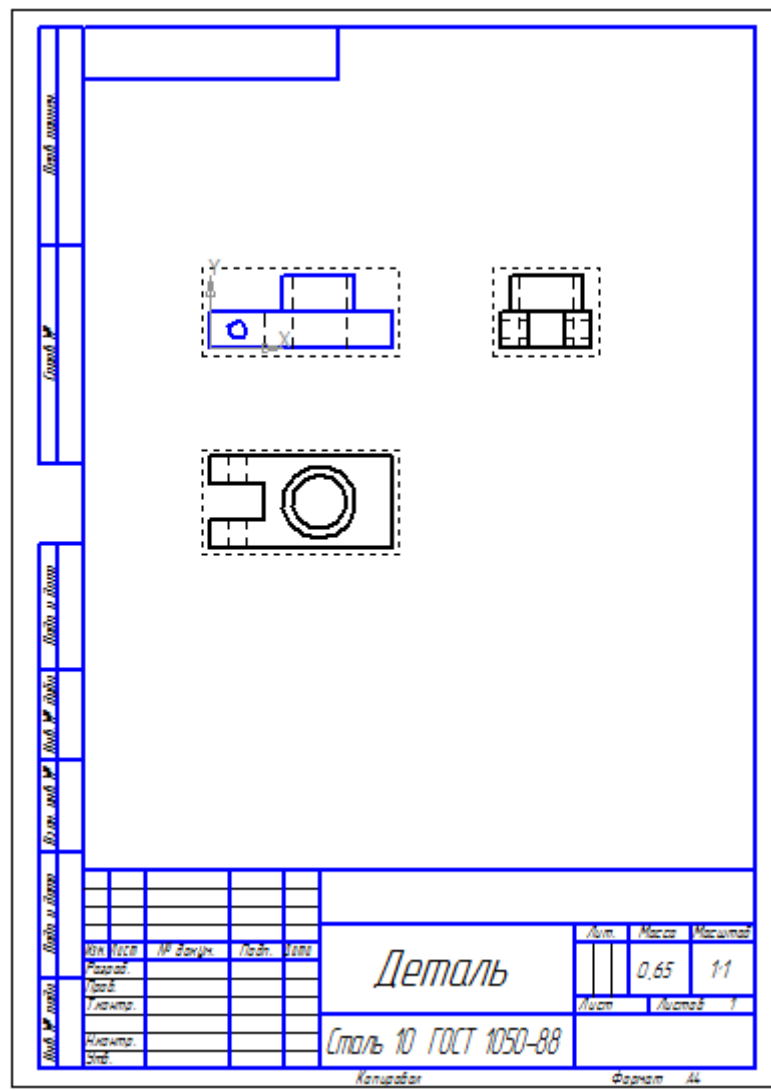

Рис. 21. Ассоциативные виды. Направляющая
- зафиксируйте фантом на поле чертежа щелчком ЛКМ (рис. 21);